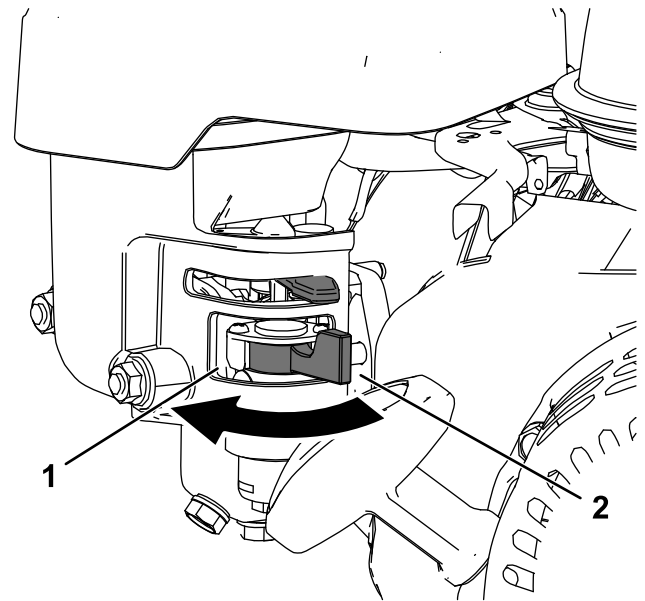

Figura 19
- Per aprire la valvola del carburante, ruotate la leva di chiusura del carburante verso la maniglia di avviamento a strappo (Figura 19).
- Per chiudere la valvola del carburante, ruotate la manopola di chiusura del carburante in direzione opposta rispetto alla maniglia di avviamento a strappo (Figura 19).